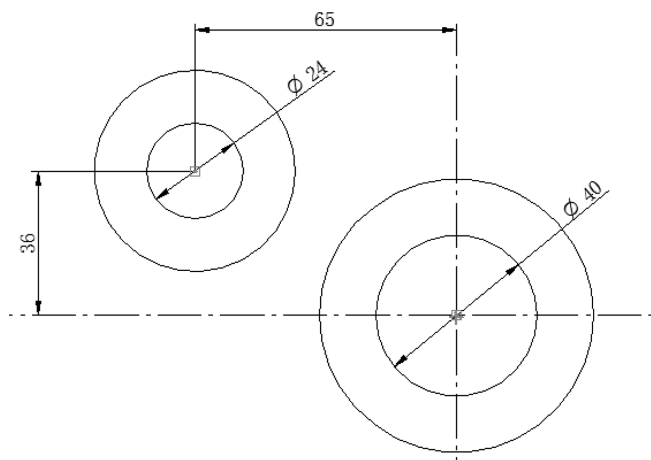

图 6-51 放置视图
(8) 单击【绘制草图】选项卡【绘图】区域下的  【圆】按钮下的【中心和点画圆】，在弹出的菜单栏中的直径(D): 【直径】中填入值 68mm，在右侧圆心画一个直径为 68mm 的圆，再在菜单栏中的直径(D): 【直径】中填入值 50mm，如图 6-51 所示。